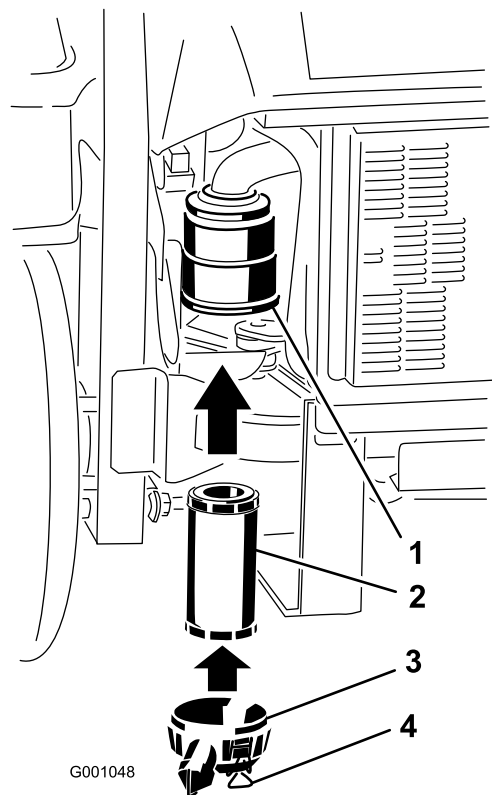

Bild 44
2. Schieben Sie den Filter vorsichtig in das Gehäuse (Bild 44). Stellen Sie sicher, dass dieser einwandfrei einliegt, indem Sie beim Einbauen auf den äußeren Rand des Filters drücken.
3. Bringen Sie die Luftfilterabdeckung an und befestigen Sie die Riegel (Bild 44).